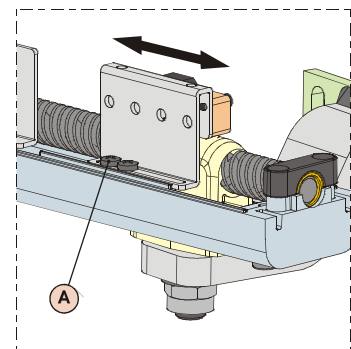

Abb. 24
- 3) Die Befestigungsschrauben der einzustellenden Endschalter lockern, Abb. 24 – Bez. A.